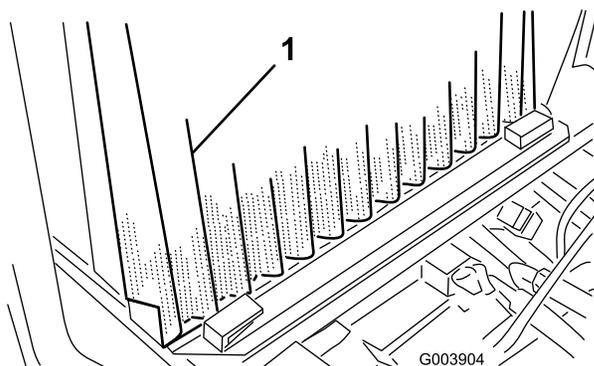

Figure 67
3. Desserrez les fixations et tirez sur la grille pour la sortir des glissières de montage (Figure 67).
5. Soulevez légèrement les refroidisseurs d'huile et faites les pivoter en avant (Figure 67).